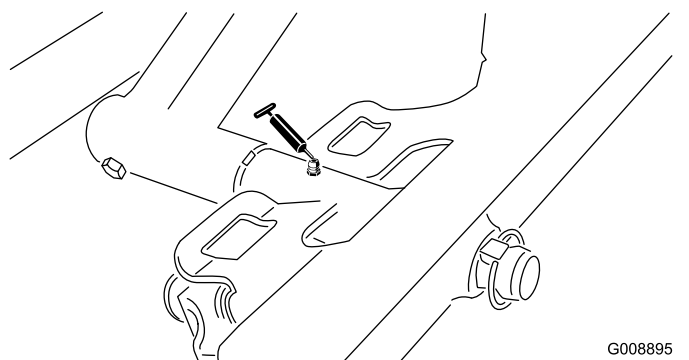

Figure 60
- Pivot d'unité de coupe avant (Figure 60)